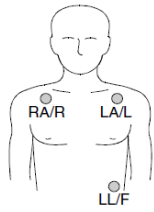

図 3: 心電図電極の取付け
- (1) 電源ボタンを押し電源を入れる。接続されている除細動電極のコネクタを本品から外し、ECG ケーブルを接続する。ECG ケーブルを接続すると自動的に心電図モニタモードに切り替わる。
- (2) 体表用心電図電極を図 3のとおり患者に取り付け、ECG ケーブルを接続する。